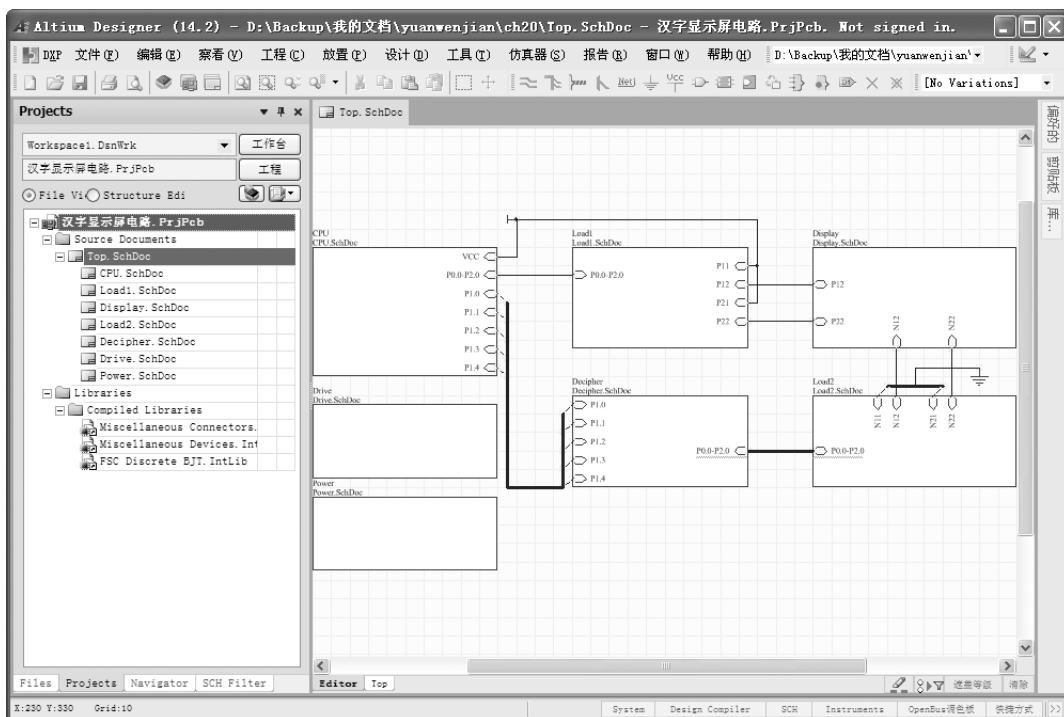

图 15-34 编译后的层次电路
3) 选择菜单栏中的“工具”→“上/下层次”命令, 光标变成十字形, 将光标移至顶层原理图中的原理图符号上, 单击就可以完成切换, 如图 15-34 所示。